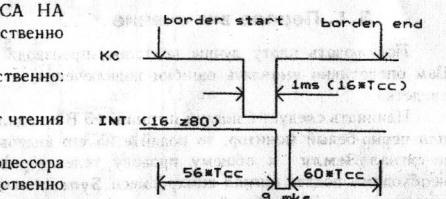

Рис. 6
**INT/, NMI/, WAIT/** - входные сигналы процессора Z80. Поскольку эти сигналы используются непосредственно в плате, то для обеспечения бесконфликтной работы платы совместно с внешними источниками этих сигналов необходимо использовать схемы с открытым коллектором для формирования этих сигналов в периферийных устройствах. Параметры сигнала INT/ даны на рис. 6.